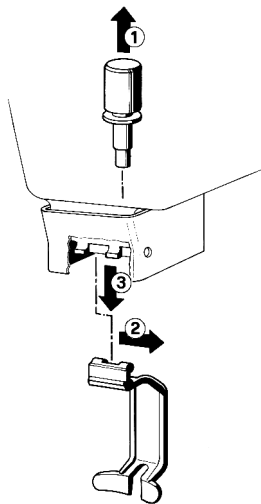

figura 7
1 - Sacar el pisón (1) y desmontar (2-3) la palanca mando grifo (ver figura 7).